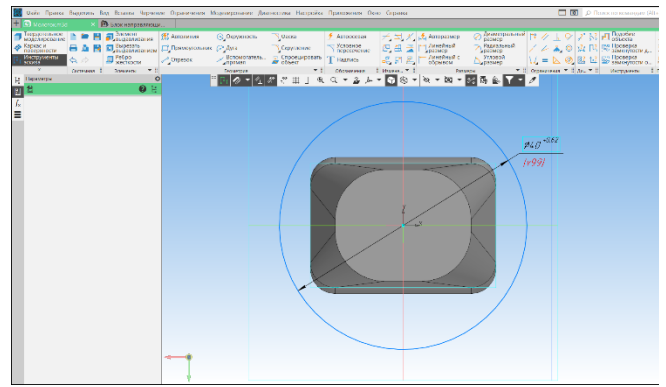

Рисунок 143 – Эскиз окружности
- На полученной плоскости построим окружность диаметром 40 мм (Рисунок 143);